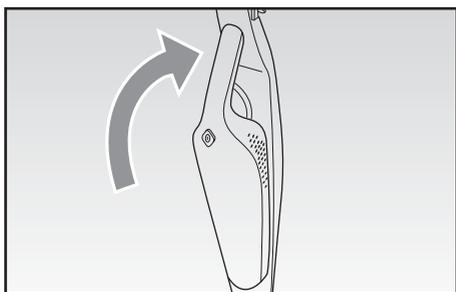

Fig. 10
- Per riposizionare l'aspiratore portatile nel corpo dell'apparecchio (K), rimuovere innanzitutto l'accessorio installato estraendolo verso l'esterno, quindi posizionare l'estremità del contenitore polvere (F) nella zona inferiore dell'apposito alloggiamento nel corpo dell'apparecchio (K) e spingere indietro con cautela l'aspiratore portatile fino ad udire lo scatto che conferma il corretto inserimento (Fig. 10).